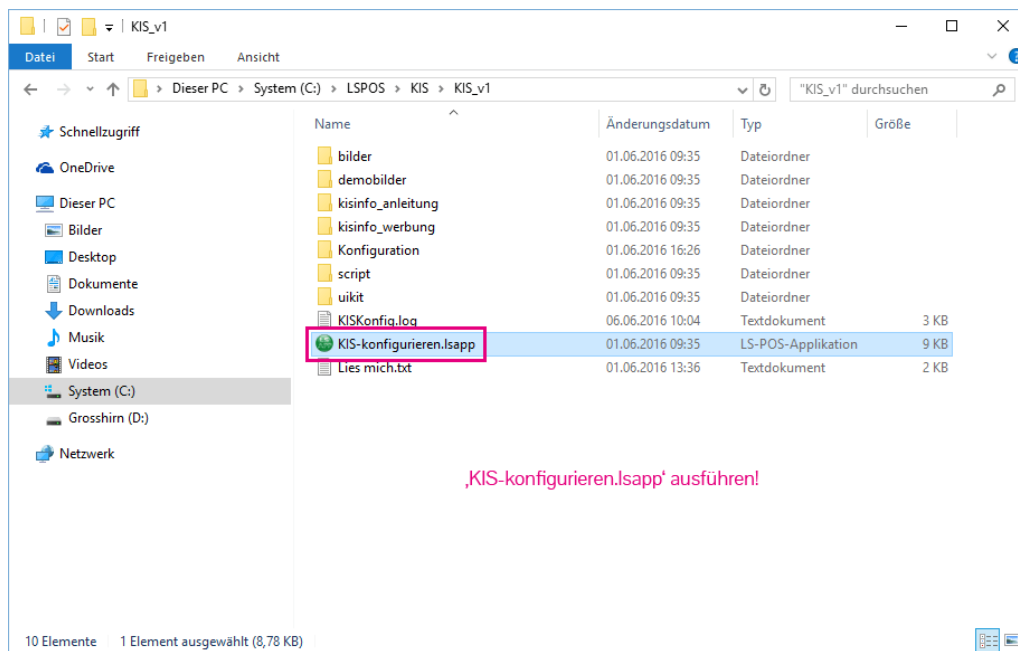

Abbildung 9.9: App starten - Template erstellen lassen
3. Starten Sie `KIS-konfigurieren.lsassp`  (Abbildung 9.9).